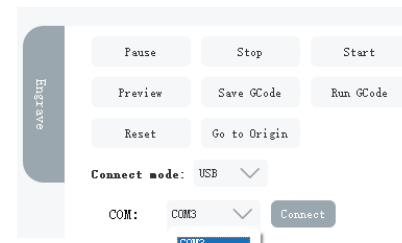

図2
4. マシンの自動接続（自動的に接続されない場合は、別のCOMを試す必要があります）。 - 図2